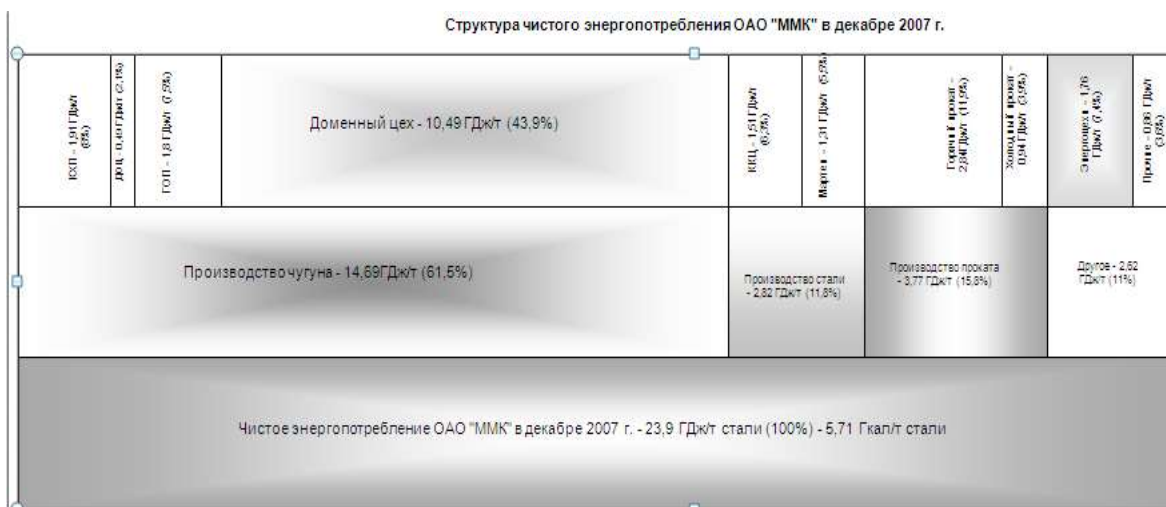

Рис. 1. Структура энергопотребления ОАО «ММК»
1. По приведенному энергобалансу (табл 1, рис.1) определить долю покупных энергоресурсов в общем энергобалансе предприятия.
2. По приведенному энергобалансу (табл. 1, рис.1) определить структуру электропотребления для цехов прокатного производства.
3. По приведенному энергобалансу (табл. 1, рис.1) сравнить основные показатели энергоэффективности для электроэнергетики по технологическим производствам.